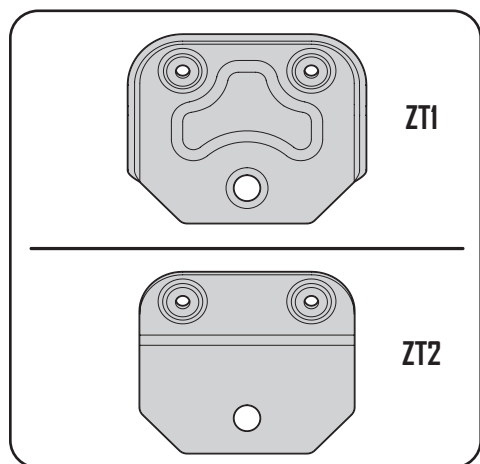

Figure 4-6
- Installez le support de fixation vertical sur la plaque de fixation du tracteur en l'accrochant sur l'ensemble de fixation comme montré à la Figure 4-6.
- Fixez le support de fixation droit à l'ensemble de montage à l'aide d'un boulon à tête hexagonale (710-0376) et d'un contre-écrou d'épaulement (712-04063) provenant de la trousse de matériel 689-01419. Reportez-vous à la Figure 4-6.